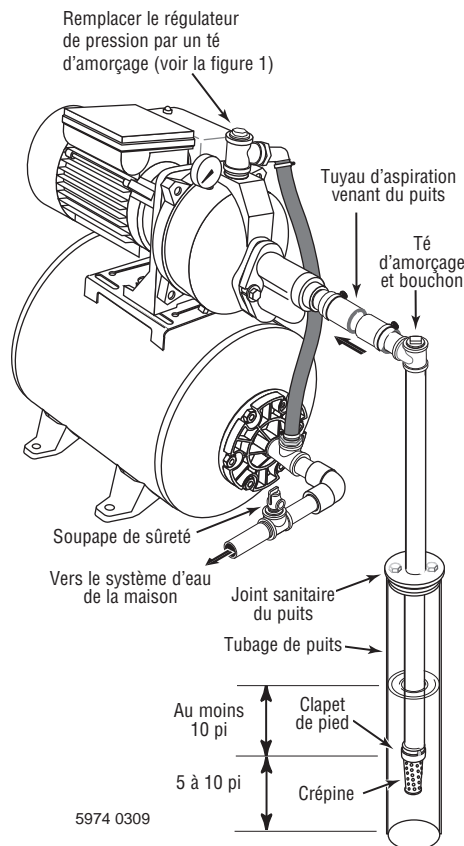

Figure 7 : Installation dans un puits à tubage
Installation dans un puits tubé, tubage de 2 po ou plus (Figure 7)
- 4 ° Poser le clapet de pied, la crépine et le tubage (voir la figure 7). S'assurer que le clapet de pied fonctionne librement.
- 6 ° Poser un té d'amorçage, un bouchon d'amorçage et un tuyau d'aspiration sur la pompe (voir figures 7 et 8). Raccorder le tuyau provenant du puits à l'orifice d'aspiration de la pompe en utilisant le moins de raccords possible, en particulier des coudes. Les raccords ont pour effet d'accroître la friction dans le tuyau.
- Le diamètre du tuyau d'aspiration doit être égal ou supérieur à celui de l'orifice d'aspiration de la pompe (installer un clapet de non-retour – voir les figures 7 et 8).